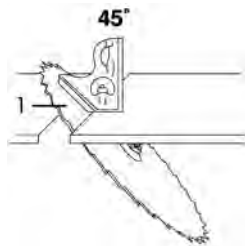

fig. 10 – ajuste del ángulo
4. Con la ayuda de una escuadra de 45°, ajuste la hoja de sierra con relación a la base, como muestra la fig. 10;